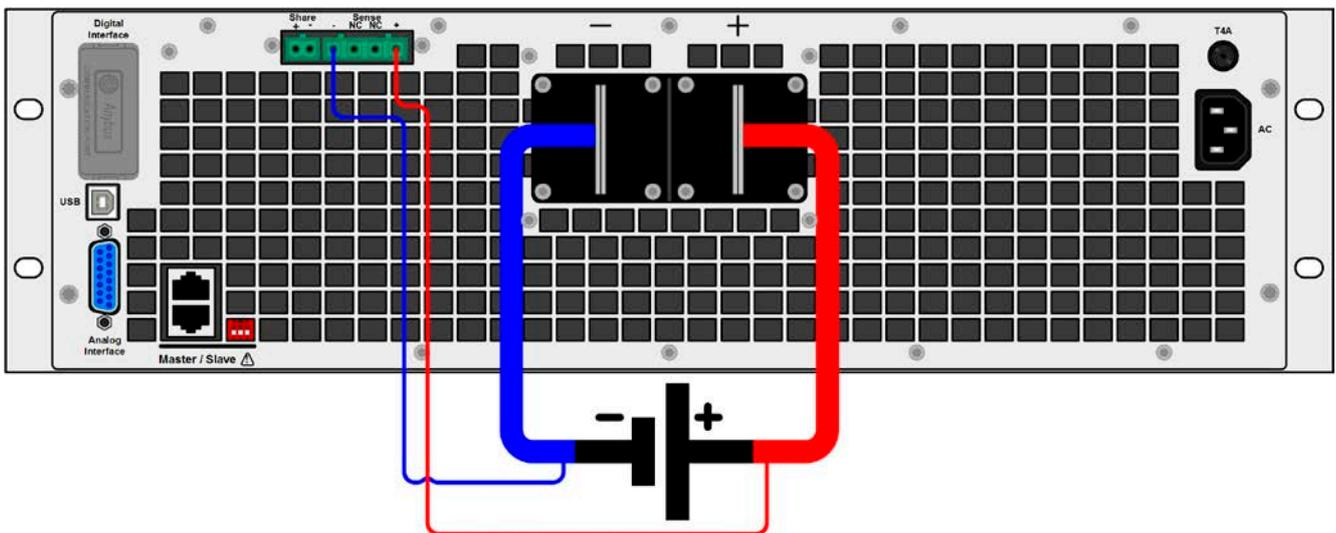

Figure 12 - Exemple de câblage de la mesure à distance
- *La mesure à distance est fonctionnelle uniquement en tension constante (CV) et pour les autres modes de régulation, l'entrée sense doit être déconnectée, si possible, car la connecter augmente généralement la tendance aux oscillations.*
- *Le câble + sense doit être relié au + de la source et - sense au - de la source, sinon l'entrée Sense peut être endommagée. Par exemple voir Figure 12 ci-dessous.*